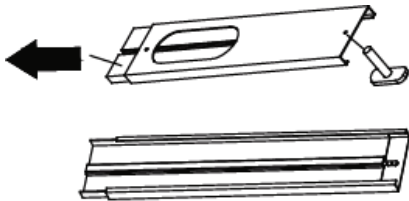

Abb. 2
- Trennen Sie die Flügelschraubenkombination (21) in ihre Einzelteile.
- Ziehen Sie das Innenteil der Fensterführung (19) heraus, bis die Bohrung im Außenteil freiliegt. Führen Sie die Schraube durch die Bohrung (Abb. 2), unter Beachtung der Richtung.